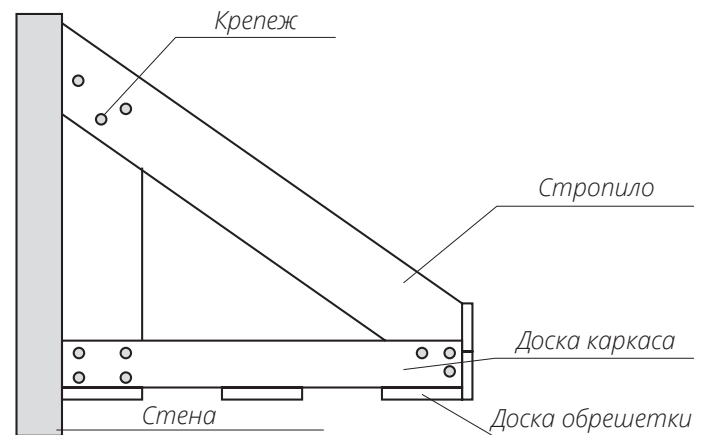

Рис. 4
■ Со стороны стены и лобовой доски прибейте две доски для крепления к ним доборных элементов и планок софита. Если длина свеса более 80 см, используйте три точки крепления для софита (рис. 4). Доски должны быть достаточной ширины, чтобы закрепить в них и доборные элементы, и софиты, например 100 мм.